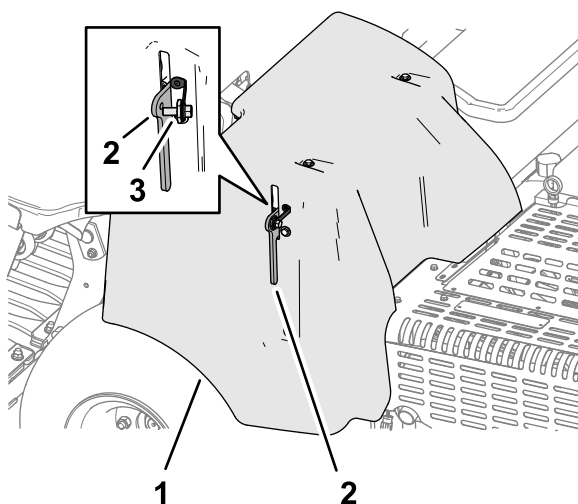

Figura 136
4. Dacă mâna dumneavoastră dispune de nurlul de blocare CE al capului curelei, introduceți urubul de nurl în orificiul din zăvorul capului și strângeți urubul (Figura 136).